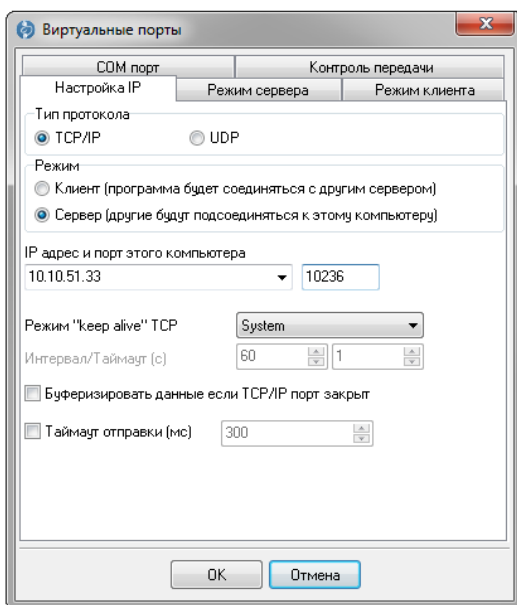

Рисунок 14
20. Во вкладке «Настройка IP» выбрать режим работы и указать IP-адрес и порт компьютера (рисунок 14). По окончании настройки нажать кнопку «ОК».